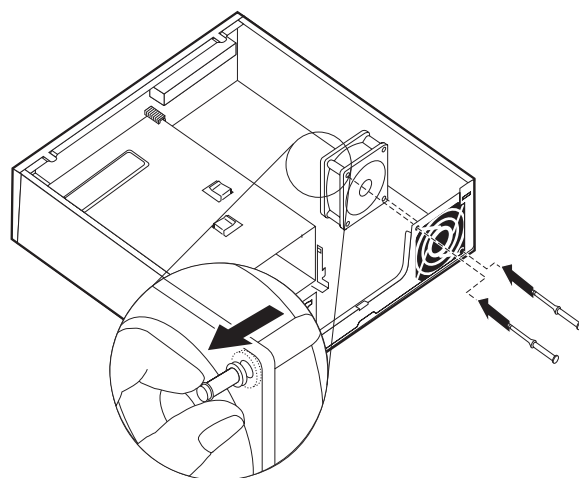

図 20. システム・ファン・アセンブリーの取り付け
- 26 ページの図 20 に示すように、2 個の長いラバー・マウントをシャーシ背面に取り付けます。これらのマウントをシャーシの穴に押し入れます。必要なら、シャーシの内側から穴に通ったマウントを引き出します。